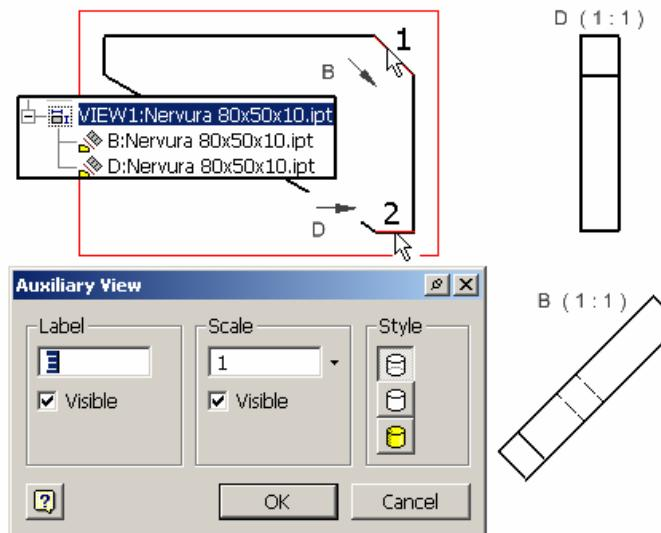
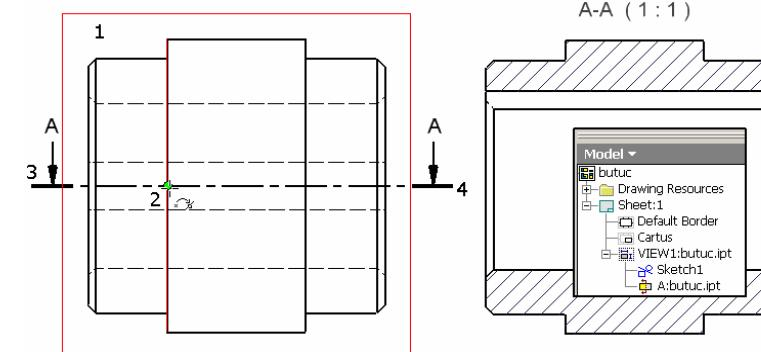
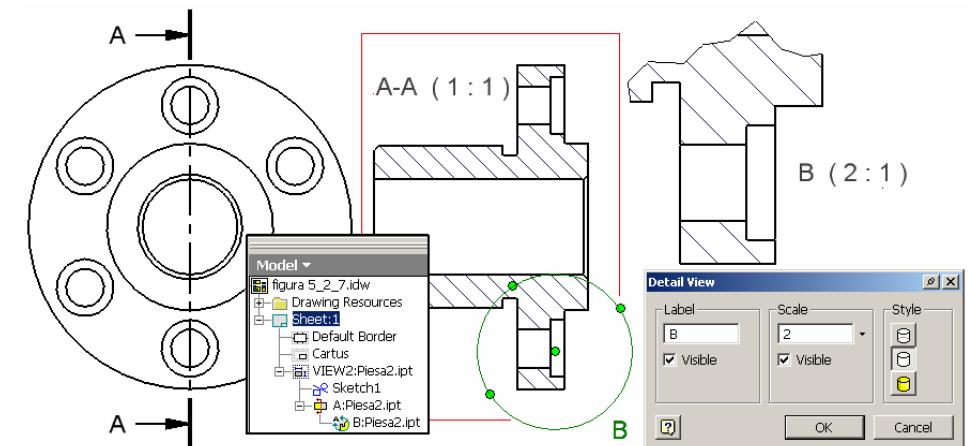

Figura 5.3.1.
Figura 5.4.1.
Figura 5.5.1.
Pentru generarea vederii auxiliare se parcurg etapele, figura 5.3.1:
- în fereastra **Auxiliary View** se introduc opțiunile referitoare la etichetă, scară, stil și activarea vizualizării acestora (prin controlul **Visible**), figura 5.3.1;
- se selectează muchia sau linia de referință; linia 1 sau 2 în figura 5.3.1;
În figura 5.3.1 în raport cu muchia 1 s-a generat vedere B, iar în raport cu muchia 2 s-a generat vedere D. În aceeași figură se observă completarea panelului
Pentru generarea secțiunii se parcurg etapele, figura 5.4.1:
- în fereastra **Section View** se introduc opțiunile referitoare la etichetă, scară, stil și activarea vizualizării acestora (prin controlul **Visible**), figura 5.4.1; fereastra diferă numai prin titlu față de fereastra **Auxiliary View**, figura 5.3.1;
În figura 5.4.1 punctul 1 identifică vederea subiect al secționării, iar punctele 2, 3 și 4 marchează traseul de secționare, primul fiind punctul reper. În aceeași figură se observă completarea panelului **Browser Bar**, cu o intrare, corespunzătoare vederii de bază, căreia îi sunt subordonate intrarea **Sketch1**, corespunzătoare traseului de secționare și una corespunzătoare secțiunii propriu-zise **A:butuc.ckpt**.
Pentru generarea unui detaliu se parcurg etapele, figura 5.5.1:
- în fereastra **Detail View** se introduc opțiunile referitoare la etichetă, scară, stil și activarea vizualizării acestora (prin controlul **Visible**), figura 5.5.1; fereastra diferă numai prin titlu de față fereastra **Auxiliary View**, figura 5.3.1;